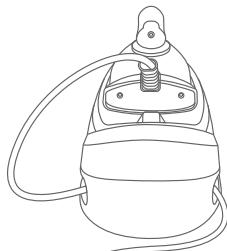

Рис.1
1. Установіть основу парової станції (5) на стійку, рівну і тверду поверхню.
2. Вийміть шланг подачі пари (12) з відсіку для зберігання (6). Повністю розмотайте шланг подачі пари і шнур живлення (13).
3. Переконайтесь, що праска правильно встановлена на теплоізольованій платформі (11) (див. рис.1).